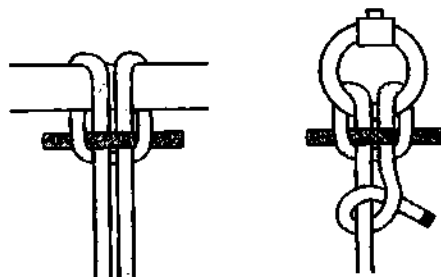

Рис. 595. Коровий узел с клевантом.
**Коровий узел** с клевантом быстро вяжется и моментально раздается (рис. 595). С помощью такого соединения к опоре можно быстро прикрепить верёвку, у которой на конце завязана незатягивающаяся петля или сплетён огон.